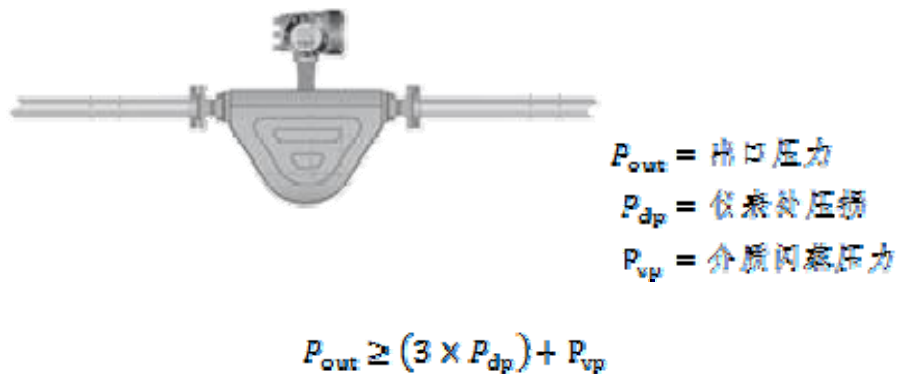

图 2 流量计压力示意图
4.2 流量计对于压力的要求一般为在仪表处的操作压力至少要大于介质闪蒸压力+3 倍仪表本体压损，其中操作压力是指仪表处操作压力，并非上游源头提供的操作压力（如下图 2）。